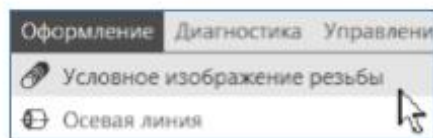

Рис. 103
9) Следующим этапом соответствующей операцией выполните **Условное изображение резьбы** (рис. 103).
- 15) Следующим этапом соответствующей операцией выполните **Условное изображение резьбы** (рис. 103).